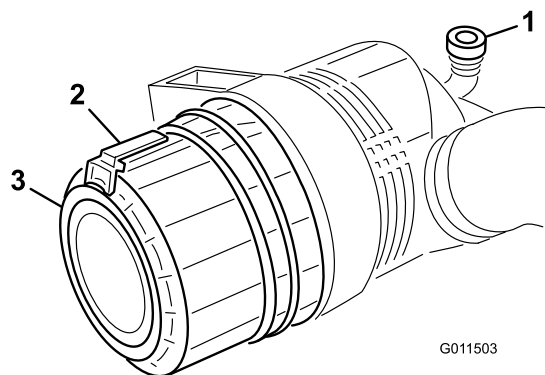

Figura 54
1. Puxe o trinco para fora e rode a cobertura do filtro de ar no sentido contrário ao dos ponteiros do relógio (Figura 54).